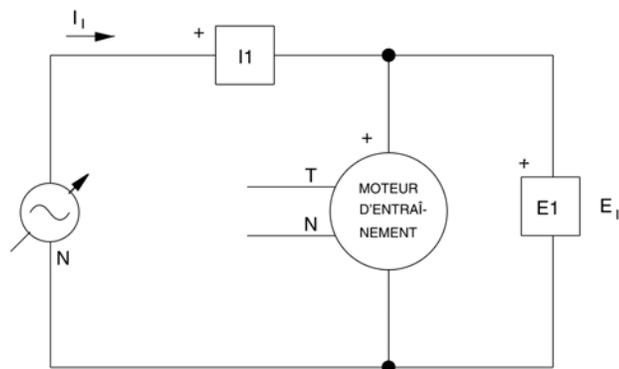

Figure 3-8.
Vous pouvez déterminer l'inductance de l'induit du moteur d'entraînement, qui est un moteur c.c. à aimant permanent. Pour ce faire, il s'agit de vous assurer que l'interrupteur principal du Bloc d'alimentation est à la position O (arrêt) et que le bouton de commande de la tension est tourné vers la gauche, jusqu'au bout, puis de monter le circuit de la figure 3-8. Réglez le sélecteur MODE du moteur d'entraînement à la position MOTEUR. Dans l'application Appareils de mesure, ouvrez le fichier de configuration ACMOTOR1.CFG, sélectionnez l'agencement des appareils de mesure et réglez l'appareil de mesure programmable B en impédancemètre (X). Mettez l'interrupteur principal du Bloc d'alimentation à la position I (marche) et réglez le bouton de commande de la tension de façon à ce qu'un courant c.a. de 3 A (indiqué sur l'appareil I1) circule à l'intérieur du moteur d'entraînement. Notez la réactance d'induit ( $X_l$ ) indiquée sur l'appareil de mesure B, mettez l'interrupteur principal du Bloc d'alimentation à la position O (arrêt) et convertissez la réactance  $X_l$  en inductance, à l'aide de la formule suivante :